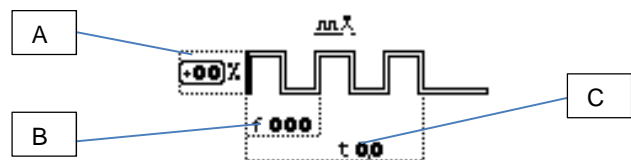

Fig.10
**OPÇÃO DE SOLDADURA E-START (OPCIONAL) APENAS TIG DC.** Partida pulsada utilizável apenas no método de soldadura em DC com acendimento em alta frequência, muito útil para aperfeiçoar o punção das chapas na fase inicial da soldadura. Configurar a corrente de soldadura (fig. 3 ref. N), selecionar, por fim, através do encoder **S1** o submenu de opção (fig. 3 ref. D) e configurar a percentual da segunda corrente de soldadura pulsada em relação à primeira (fig. 10 ref. A) de -50%
a + 99%, a frequência de soldadura (fig. 10 ref. B), de 50 a 200Hz, e o tempo de punção (fig. 10 ref. C) de 0,1 a 9,9 seg.